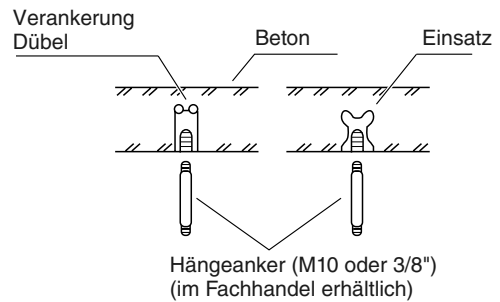

Abb. 3-44
- (1) Die Hängeanker nach der in den Abbildungen (Abb. 3-44 und 3-45) gezeigten Methode fixieren, indem diese an den Deckenstreben befestigt werden; alternativ kann eine andere Methode verwendet werden, doch muss darauf geachtet werden, dass die Einheit fest und sicher aufgehängt ist.